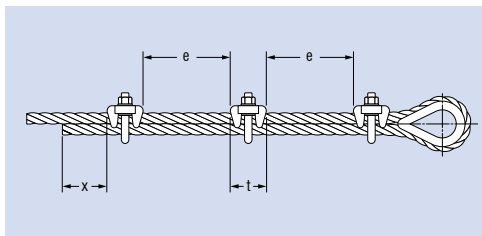

Abb. 8: Abstände der Drahtseilklemmen
- Die weiteren Drahtseilklemmen werden danach in einheitlichem Abstand auf dem Seil fixiert, aber nicht mit dem endgültigen Drehmoment angezogen (Abb. 8).